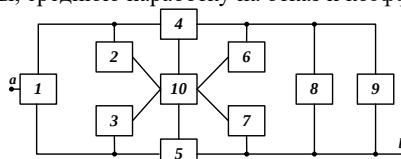

Рис. 2
- Для восстанавливаемой системы с НФС, показанной на рис. 2, известны показатели надежности элементов: